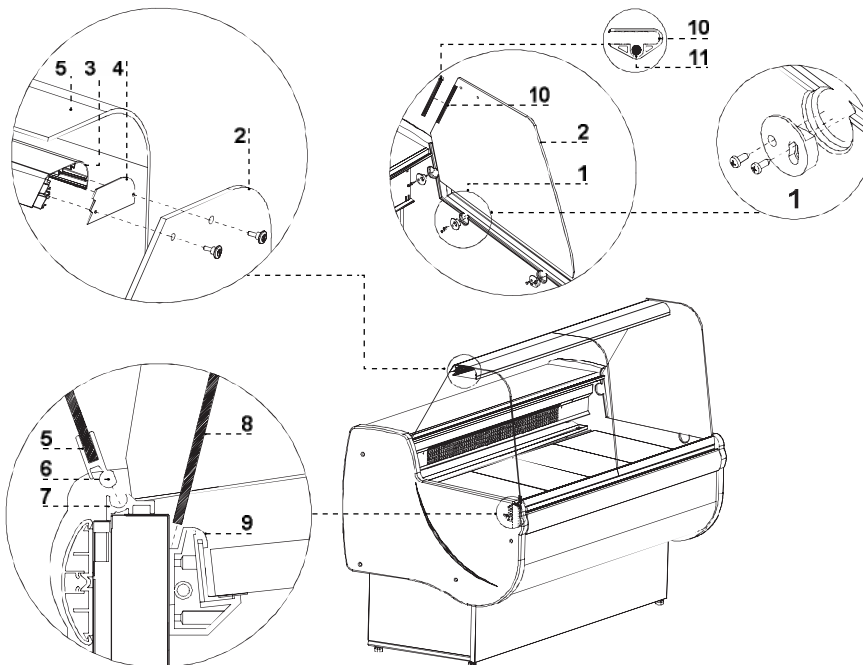

Abb.4 Einbau der Glasteile und Alulampe
2. Glasseiten anbringen Abb.4/2,1 (S.24)
3. Alulampe (mit der Beleuchtung) auf den Glasseiten einbauen Abb.4/3 (S.24)
4. den Mantel für die Lampeleitung anbringen Abb.4/10 (S.24)
5. Fortbildschirm einbauen Abb.4/8 (S.24)
6. Vorderscheibe der Vitrine einbauen Abb.4/5 (S.24)